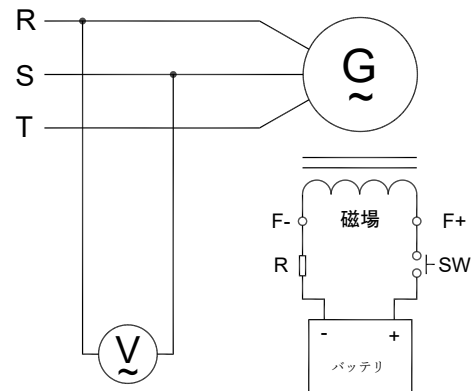

図 2 手動励磁回路図
- 5.2.1 発電機を停止し、AVR と発電機の配線を切り離してから、残留磁束電圧の再構築を実行します。磁場への励磁時間は約 3 秒です（接続図：図 2）。